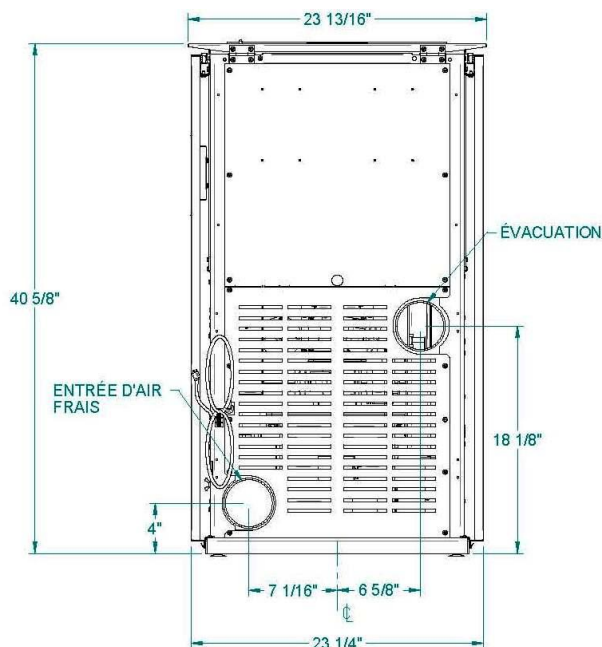
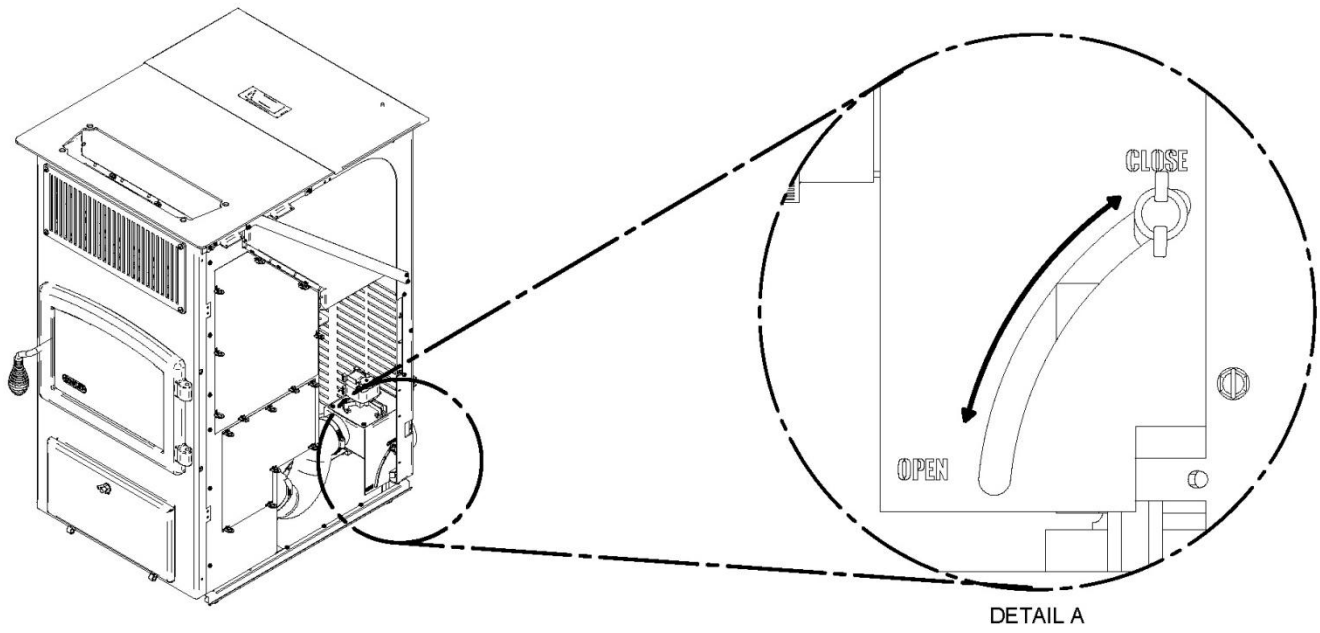

FIGURE 5
FIGURE 6.
Le poêle doit être connecté à une prise d'air extérieur. Un tuyau métallique, rigide ou flexible, d'un diamètre intérieur de 4", peut être raccordé à la buse prévue à cet effet, à l'arrière du poêle (voir figures, 4, 5, et 6). Un garde anti-rongeur en métal déployé doit protéger l'entrée (voir figure 5). Toutes les connections doivent être scellées à l'aide de collets de serrage ou de ruban métallique UL-181-AP. D'autre part, vérifiez que le registre d'air frais est toujours ouvert pendant que le poêle est en fonction. Le clapet d'admission d'air frais est situé à l'arrière du poêle du côté droit (voir figure 6).
2. Marquez la position du trou au mur directement derrière la buse d'évacuation (voir figure 5).